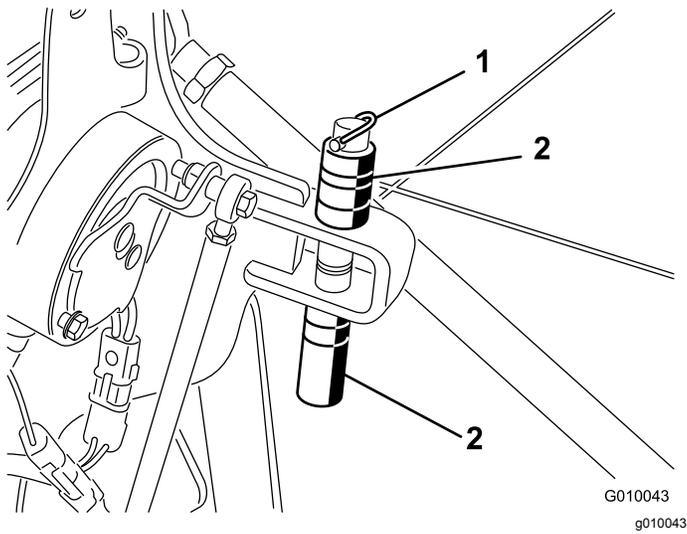

Figura 29
2. Retire o pino de sujeição que segura os espaçadores e os pinos de profundidade (Figura 29).